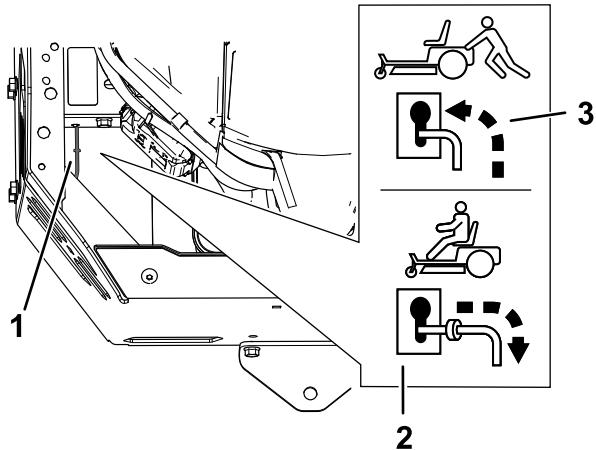

Bild 43
4. Schieben Sie die Bypasshebel nach vorne durch das Schlüsselloch und nach unten, um sie zu arretieren (Bild 43).
Schieben Sie die Bypasshebel nach hinten durch das Schlüsselloch und nach unten, um sie zu arretieren, wie in Bild 43 abgebildet.